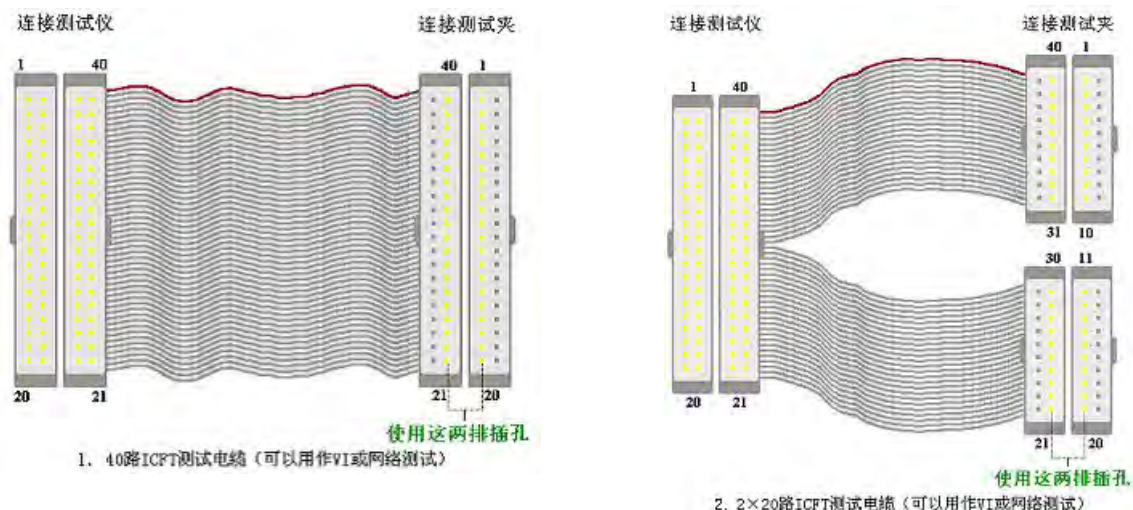
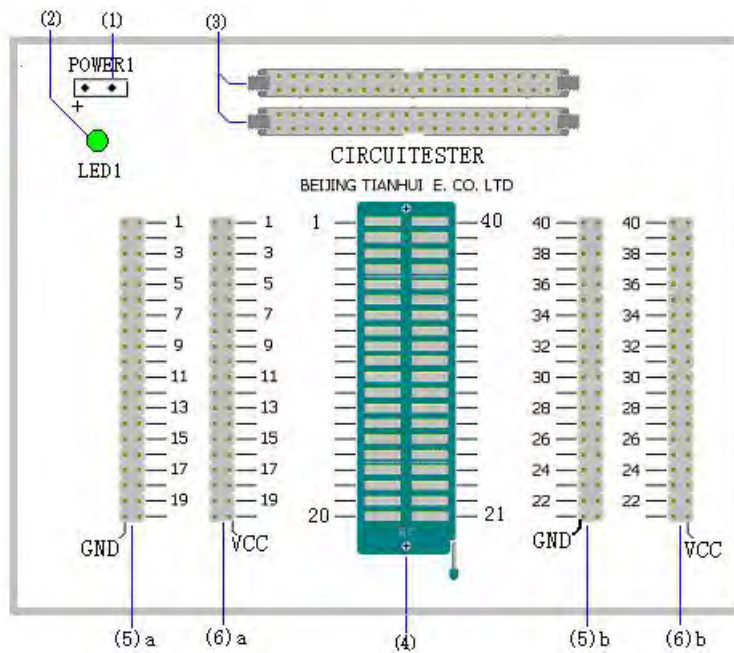

图 1-2
图 1-3
扁平电缆共有四种（参见图 1-2）。这两种电缆用途不同，所能连接的测试夹具也有所不同，需要详细阅读本部分内容，才能正确地使用。
见图 1-2 的 1，左边与测试仪面板上的“测试口”相连，右边只能连接一个不大于 40 脚的双列测试夹（与离线测试板相连时应使用此电缆）；
见图 1-2 的 2，左边与测试仪面板上的“测试口”相连，右边连接与 2 相似。
注意：另外把测试夹插入扁平电缆插孔时，一定要插入里边的两排插孔，即图 1-2 中“使用这两排插孔”所示位置的插孔，千万不要插错。
离线测试板为随机配件，用于测试不在 PCB 板的单个器件。器件“在线测试”的方法完全适用于“离线测试”，因为离线是在线测试的简化，测试结果更准确、可靠（因为它不存在“在线”时的各种“干扰”、“影响”）。关于板上所标各部分的使用方法参照图 1-3，分别说明如下：
(1) 测试电源 (POWER) 引入插头，其中红线插头为“VCC”、黑线插头为“GND”；把它们的一端插入测试仪前面板程控电源插孔内，注意此时“地”为程控输出地；
(2) 正电源指示灯 (+LED1)，当测试仪向离线测试板提供“+5”程控电源时，“电源指示绿灯”点亮；
(3) 两个 40 芯插座，是通过 40 芯扁平电缆 (图 1-2 中的 1)，把离线测试板与测试仪前面板“测试口”插座相连；注意扁平电缆一端的红边必须对准测试仪前面板“测试口 1”插座的第 1 脚，电缆另一端红边对准“离线测试板”上图 1-3“(3)”插座左边第 1 脚。
(4) 40 脚带自锁的插座，可测试 40 脚以下 DIP 封装的芯片，插芯片时注意芯片的缺口朝上，也就是芯片的第 1 脚对准插座左侧第 1 脚，然后按下“自锁把”，使芯片锁紧在插座上；
(5) 两组双排 20 芯插柱，(5)a 的右排从最上边第 1 脚开始，往下顺序排到 20，(5)b 的右排从最下边第 21 脚开始往上顺序排到 40，它们分别与“(4) 自锁插座”的 1~40 脚相连；(5)a 的左排与(5)b 的左排都与“GND”相接，也就是说用户把被测芯片正确地插到“(4) 自锁插座”后，根据该芯片哪一脚应该接“GND”，把(5)a 或(5)b 上相应柱脚号用“小方形双脚短接插头”插上，就对被测芯片的该脚提供了“GND”；